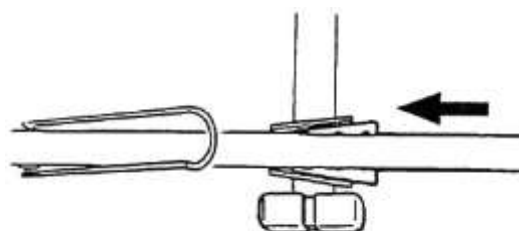

Figure 7 : Vue du dessus
- a. Faites glisser les plaques ajustées sur les supports, à l'intérieur des douilles ajustées sur la traverse (Fig. 7).